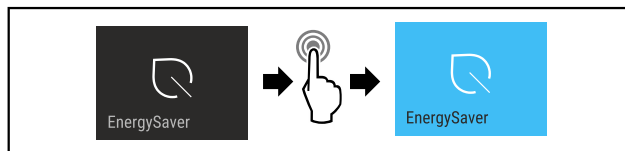

Fig. 14
- Genomför stegen (se Fig. 14).